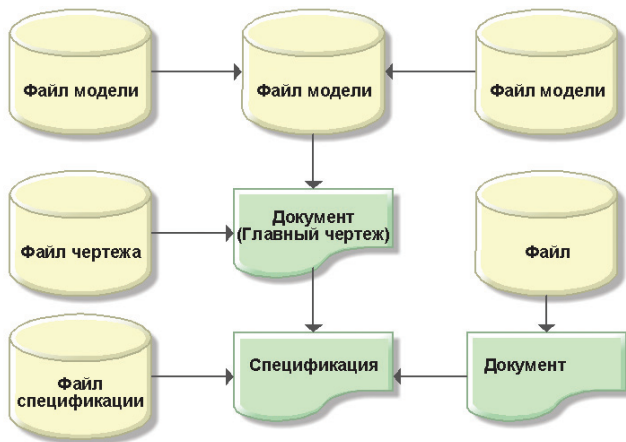

Рис. 6. Способ №3 хранения файлов в файловом составе документов TechnologICS
- 3. Файл чертежа, файл модели и все входящие в него файлы моделей содержатся в файловом составе одного документа TechnologICS (рис. 6). Этот способ применим только для 3D CAD-систем и является наименее предпочтительным, поскольку накладывает ряд ограничений. Так, например, при таком способе хранения невозможно заимствовать имеющиеся модели для построения других сборочных единиц.